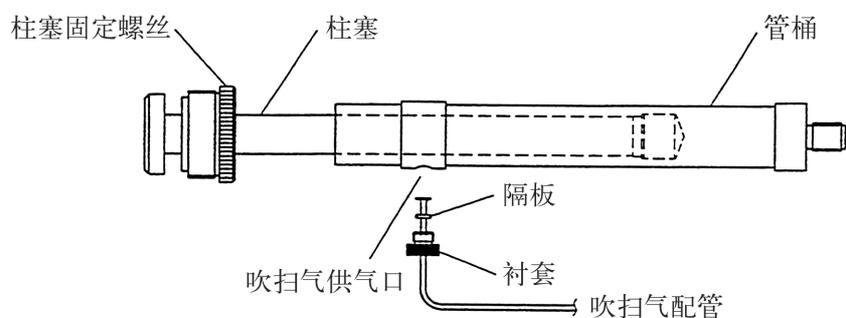

图 4.4 注射器的安装
3) 按 F1 (上升) 时, 柱塞柄边推柱塞边上升、停止。按 F2 (下降) 时, 柱塞柄下降。在这个位置上, 把柱塞固定螺丝用手指拧紧固定到柱塞柄上。然后, 在注射器上用衬套和隔板与喷气配管连接 (参阅图 4.4)。